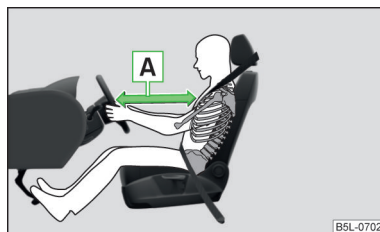

Fig. 9
- Atât pentru șofer cât și pentru pasagerul față este important să păstreze o distanță de aproximativ 25 cm față de volan, respectiv de planșa de bord **A** » fig. 9. Dacă nu se respectă această distanță, sistemul airbag nu își poate exercita eficiența maximă – Pericol! Pe lângă acestea, scaunele din față și tetierele trebuie să fie întotdeauna reglate în funcție de mărimea corpului.